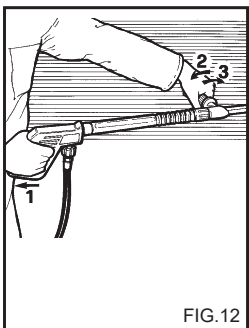
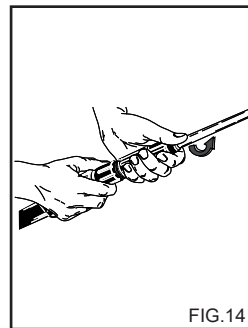

FIG.12
FIG.14
ИСПОЛЬЗОВАНИЕ ДВОЙНОЙ НАСАДКИ ПИСТОЛЕТА (Fig. 12) (дополнительный аксессуар).
2) Снимите удлинитель с ручки и вставьте двойной ствол или ствол с регулируемой головкой (fig. 14), включите мойку, включите всасывание моющего средства, имеющегося в стволе (fig. 12, 13) и нанесите его не промываемую поверхность, действуя снизу вверх. Оставьте моющее средство на несколько минут для воздействия моющего средства.